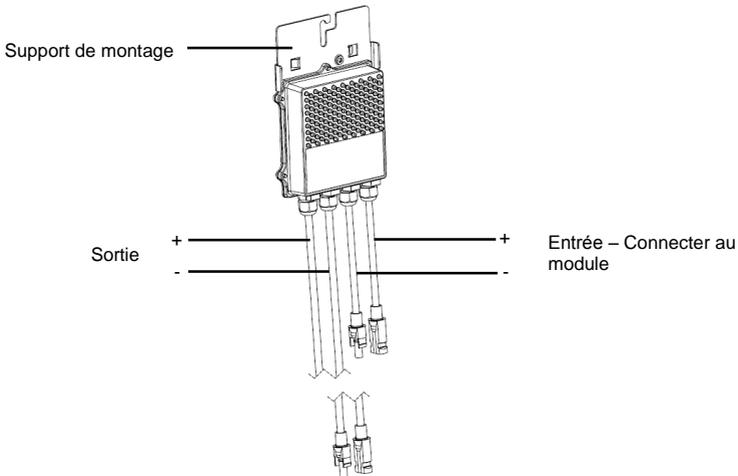

Figure 1 : Connecteurs de l'optimiseur de puissance
- 1 Déterminer l'emplacement de montage de l'optimiseur de puissance et utiliser les supports de de fixation de l'optimiseur de puissance pour le fixer à la structure d'appui (voir Figure 1)